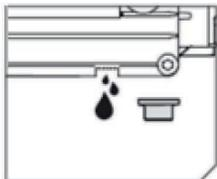

Рис. 17
3. Открутите сливную пробку помпы и слейте отработанное масло в заранее подготовленную ёмкость (рис. 17)